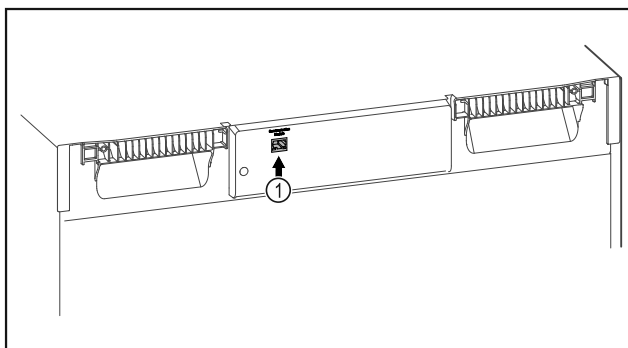

Fig. 119
- SmartModule Fig. 119 (1) установлен.